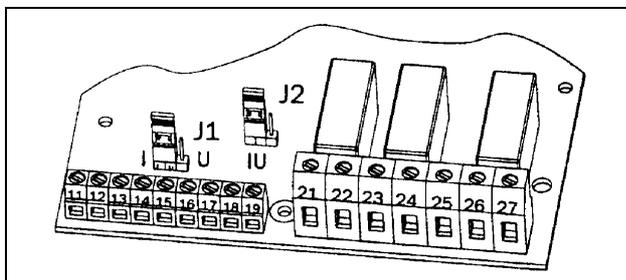

Рис. 36 Установка типа входного сигнала: напряжение или ток.
2. Установите переключку J1 на плате управления в положение управления напряжением (U) или током (I), см. рис. 36 на с. 43 и рис. 13 на с. 16. Заводская установка – напряжение (U).